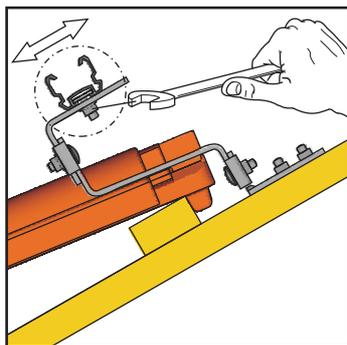
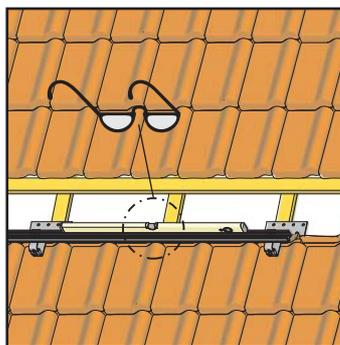

Fig. 3-9 Vissez les profilés sur la partie supérieure du crochet de montage sur toit
Fig. 3-10 Alignez les profilés parallèlement au bord des tuiles
11. Vissez les écrous autobloquants ayant servis à la fixation des glisseurs sur les crochets. Alignez le rail parallèlement aux bords des tuiles du toit (fig. 3-9 / fig. 3-10).